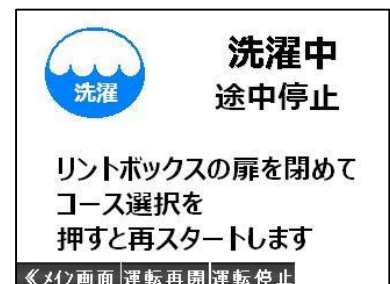

図 7-7
- ・リントボックスのフタを閉めると途中停止画面が表示されます。その後、任意のコース選択スイッチを押すと再スタートします。(図7-7)
乾燥工程中以外で途中停止した場合、画面下部にある **運転停止** を押すことで、機械を完全停止できます。(図 7-7、7-8)